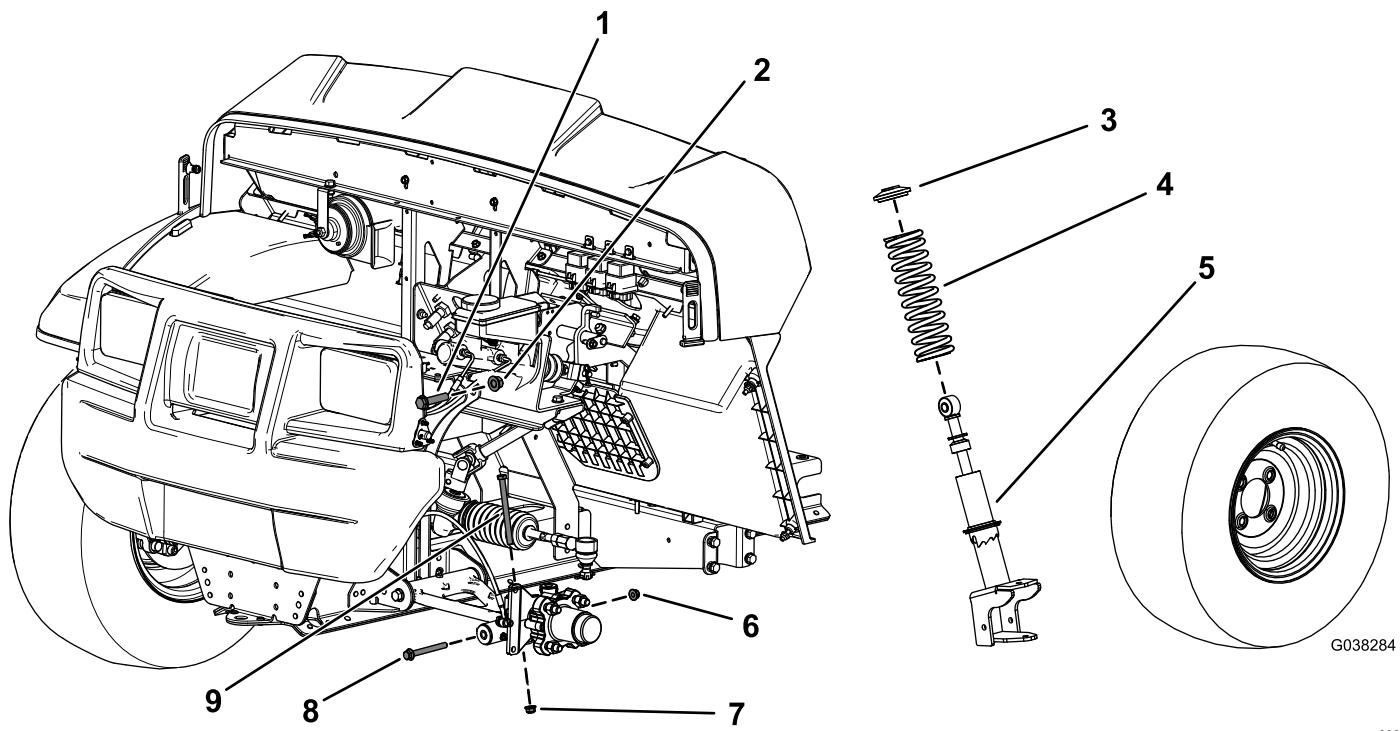

Figure 1
2. Retirez le boulon à tête hexagonale ($\frac{3}{8}$ x $4\frac{3}{4}$ po) et l'écrou à embase ($\frac{3}{8}$ po) de la fusée (Figure 1).
3. Retirez le boulon à tête hexagonale ($\frac{3}{8}$ x $3\frac{1}{2}$ po) et l'écrou à embase ($\frac{3}{8}$ po) du bras de commande (Figure 1).
4. Retirez le boulon à tête hexagonale ($\frac{1}{2}$ x $2\frac{1}{4}$ po) et le contre-écrou ($\frac{1}{2}$ po) qui fixent la jambe élastique au cadre supérieur (Figure 1).
5. Déposez la jambe élastique (Figure 1).
3. Déposez le ressort la jambe élastique (Figure 1).
4. Installez le ressort neuf sur la jambe élastique existante (Figure 1).
2. Fixez la partie supérieure de la jambe élastique sur le cadre à l'aide du boulon à tête hexagonale supérieur ($\frac{1}{2} \times 2\frac{1}{4}$ po) et du contre-écrou ($\frac{1}{2}$ po), comme montré à la Figure 1.
4. Posez le boulon à tête hexagonale ($\frac{3}{8} \times 4\frac{3}{4}$ po) et l'écrou à embase ($\frac{3}{8}$ po) sur la fusée (Figure 1).
6. Fixez la partie inférieure de la jambe élastique au bras de commande à l'aide du boulon à tête hexagonale supérieur ($\frac{3}{8} \times 3\frac{1}{2}$ po) et l'écrou à embase ($\frac{3}{8}$ po), comme montré à la Figure 1.